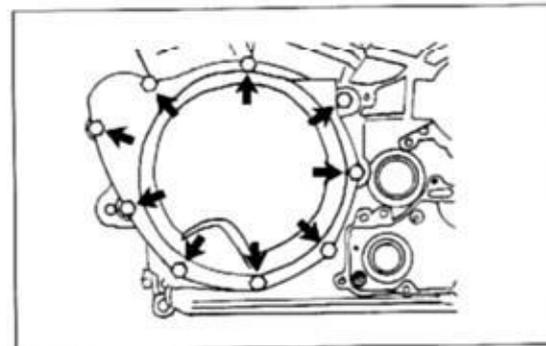

Bild 65
- Deckelschrauben (Bild 65) lösen und Generatordeckel abnehmen. Auf Verbleib der zwei Passhülsen achten.